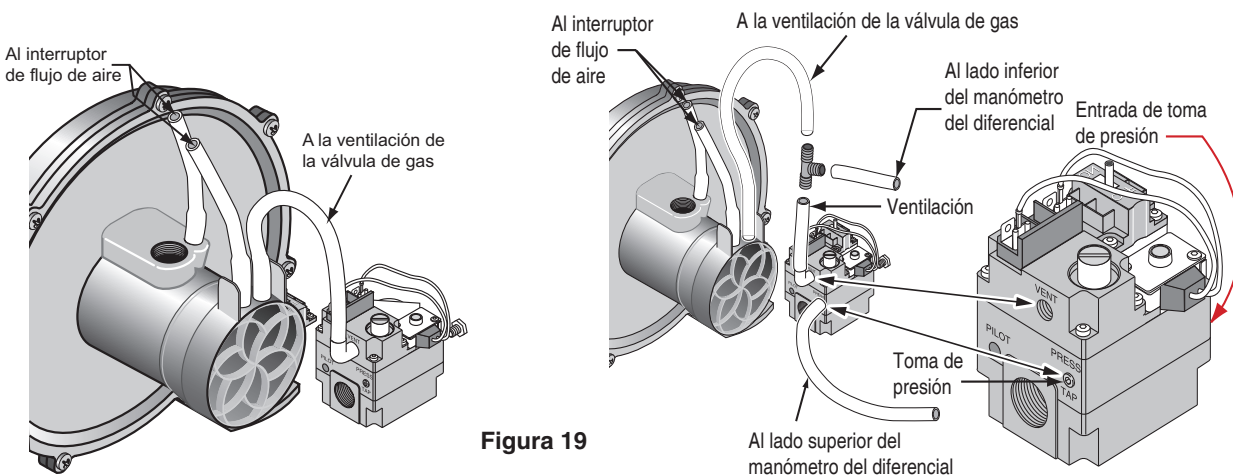

Figura 19
La válvula de gas combinado incorpora válvulas de cierre duales y un regulador de presión. Para una operación adecuada, la presión regulada en la salida del colector de la válvula deberá estar **3,6 cm H2O** por debajo de la presión de referencia en la conexión de entrada del mezclador del soplador y la llave de la válvula de gas de «VENT» (VENTILACIÓN) deberá estar conectada al orificio de aire de la tapa final como se muestra en la Figura 19.
**⚠ ADVERTENCIA:** Es fundamental conectar las tuberías desde la presión de salida de la válvula de gas al manómetro del diferencial del lado superior y la tubería del ventilador debe estar conectada al manómetro del diferencial de lado inferior, como se ve en la Figura 19, para evitar ajustes incorrectos de la válvula de gas que puedan llevar a un exceso de monóxido de carbono que pueden provocar daños en el calentador, daños materiales, lesiones físicas (incluyendo daño cerebral) o la muerte. La liberación de monóxido de carbono es incolora e inodora y puede causar lesiones graves o la muerte. Las conexiones al manómetro del diferencial son diferentes respecto a todos los otros calentadores de piscina de Pentair.